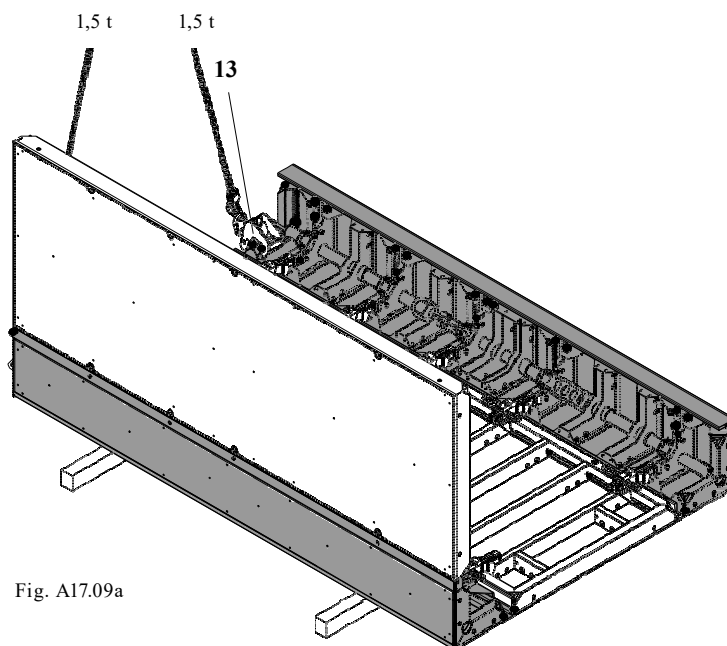

Fig. A17.09a
(Fig. A17.09a)
altezza 330 (89). (Fig. A17.09a + A17.09b)